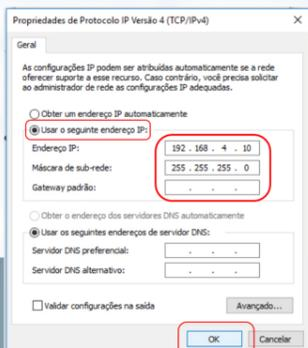

Figura 4
Nota: Se caso houver alguma configuração preenchida na figura 4, recomenda-se anotar para posterior alteração.
6. Clique em "Usar o seguinte endereço de IP", no campo "Endereço de IP:" digite "192.168.4.XX", o número "XX" pode ser qualquer valor entre 0 e 255 exceto o valor "15" que é o padrão do X-810. No campo "Máscara de sub-rede:" digite "255.255.255.0", clique em "OK" e clique em "OK" na figura 4.
Após configurar devidamente o X-810 e alterar seu endereço de IP para o de sua rede local, repita o processo de configurar o endereço de IP do seu computador, mas na figura 4 configure o endereço antigo ou selecione "Obter um endereço de IP automaticamente" e "Obter o endereço dos servidores DNS automaticamente", após feito isso clique em "OK", assim seu X-810 está acessível em seu novo endereço.